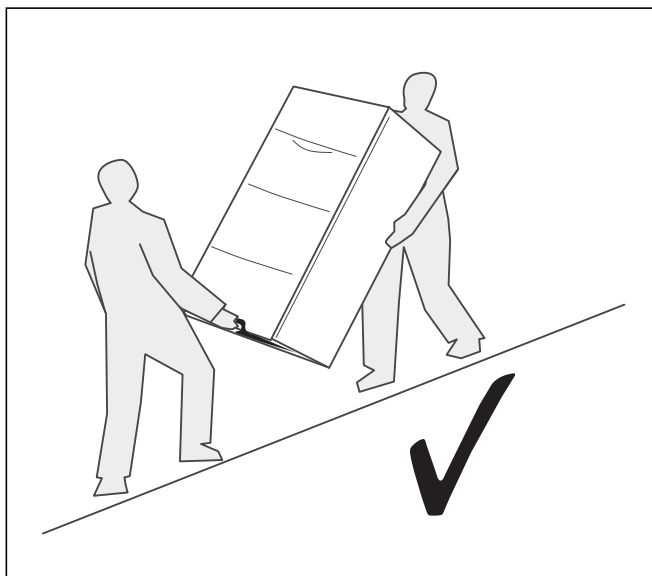

Fig. 4.3 Rigtig transport
**NB!** Transportér altid kedlen nøjagtig, som det er vist på fig. 4.3. Ellers kan kedlen blive beskadiget.